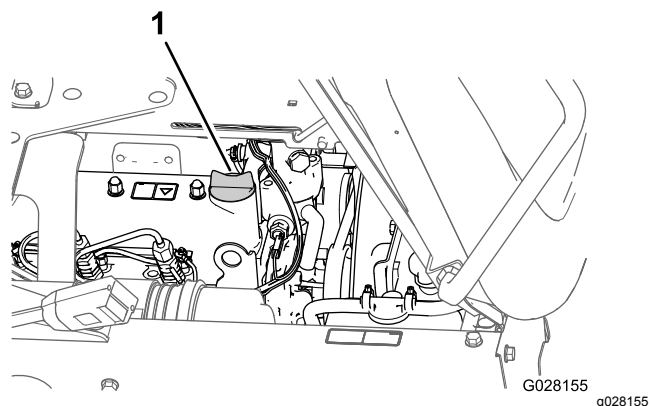

図 52
5. エンジンバルブカバー**図 52**からオイル補給口のキャップを取り、所要量の約 80% のオイルを入れる。
8. 補給口にキャップを取り付ける図 52。